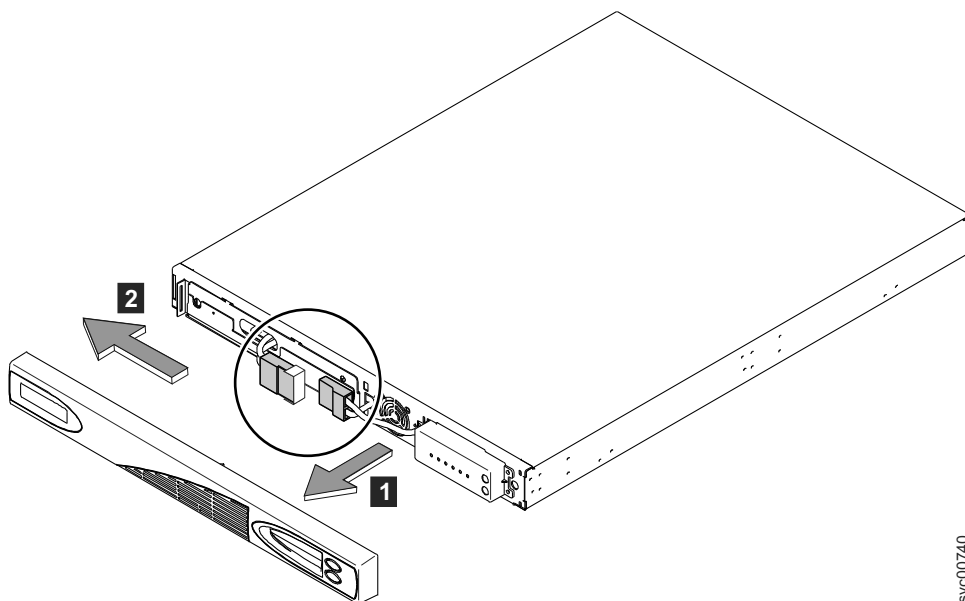

図 226. 2145 UPS-1U のフロント・パネルの取り外し
5. 2145 UPS-1U のフロント・パネルを、 287 ページの図 226 に示すように、手前に引いてから左に引いて取り外します。